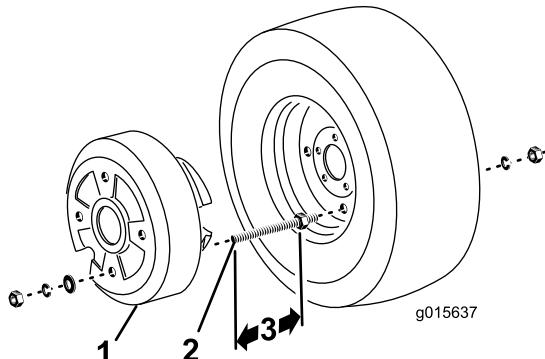

Figura 24
2. Añada 9,84 cm a la medida en el paso 1. Es la dimensión "A" en Figura 24.
4. Inserte las varillas roscadas a través de los dos taladros opuestos en la llanta y sujetelas con arandelas de freno ($\frac{1}{2}$ ") y tuercas hexagonales (Figura 24).
5. Coloque el peso de las ruedas sobre los extremos de las varillas roscadas y sujetelos con las arandelas planas, las arandelas de freno y las tuercas hexagonales (Figura 24).